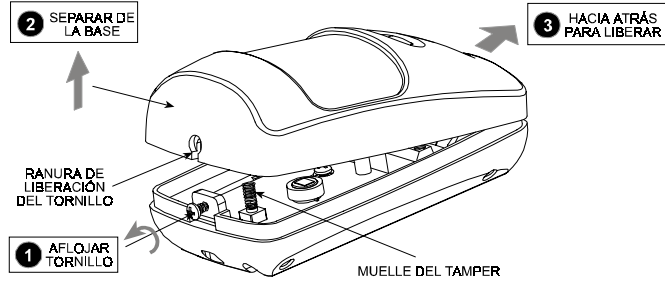

Figura 3. Apertura de la tapa
A. Quite la tapa como se muestra en la Figura 3.